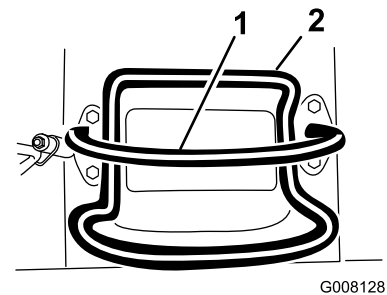

Figura 7
- Para parar a máquina, liberte o controlo de tração (Figura 7).